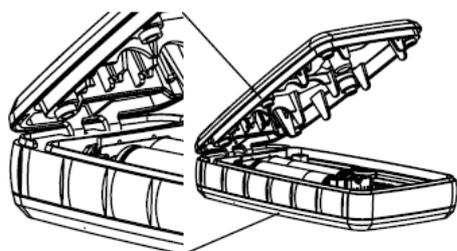

Figure 27. Côté arrière du couvercle
2. Enlever le couvercle en le poussant (voir la figure 27)
5. Fermer le couvercle en insérant en premier le derrière du couvercle dans l'émetteur, puis pousser (voir la figure 27)